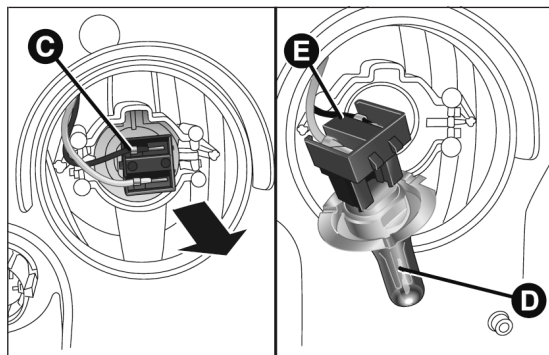

fig. 173
- retirer le groupe connecteur + douille C fig. 173 en le désolidarisant vers l'extérieur ;